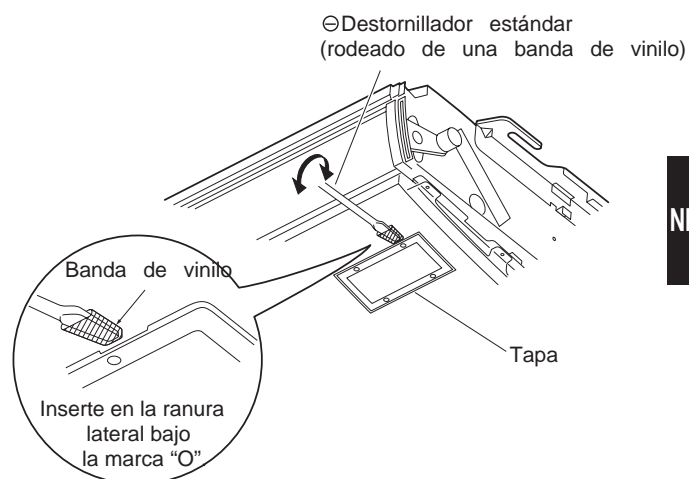

Fig. 11-8
2. Envuelva el extremo de la hoja de un destornillador estándar (plano) con cinta de vinilo. Luego inserte la hoja del destornillador en la ranura, al lado de la tapa, bajo la marca «O» y doble la tapa para abrirla. (Fig. 11-8) (Vigile de no arañar el panel.)